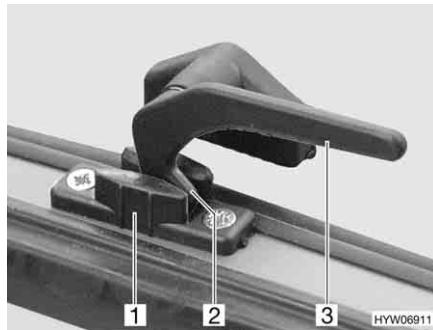

Fig. 35 Leva di serraggio in posizione "Aerazione continua"
- In posizione di "Aerazione continua" (Fig. 35)
- Ruotare la leva di serraggio (Fig. 35,3) di un quarto di giro verso il centro della finestra.
- Girare nuovamente all'indietro la leva di serraggio. Riportare contemporaneamente il nasello di chiusura (Fig. 35,2) nella rientranza della chiusura della finestra (Fig. 35,1).